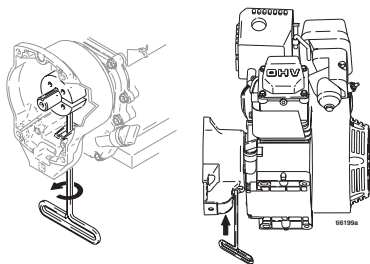

Рис. 9
3. Рис. 9. Наклоните двигатель вбок таким образом, чтобы топливный бак находился внизу, а воздухоочиститель вверх.